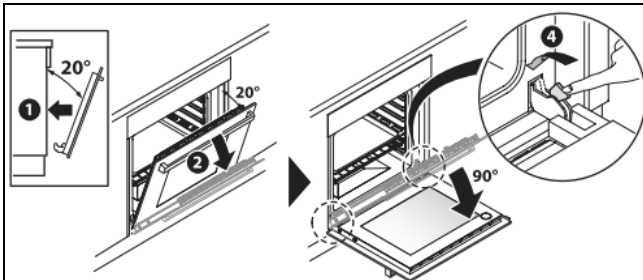

Abb. 10
- setzen Sie nach der Reinigung die Backofen-Glastür in umgekehrter Reihenfolge wieder ein (Abb. 10).